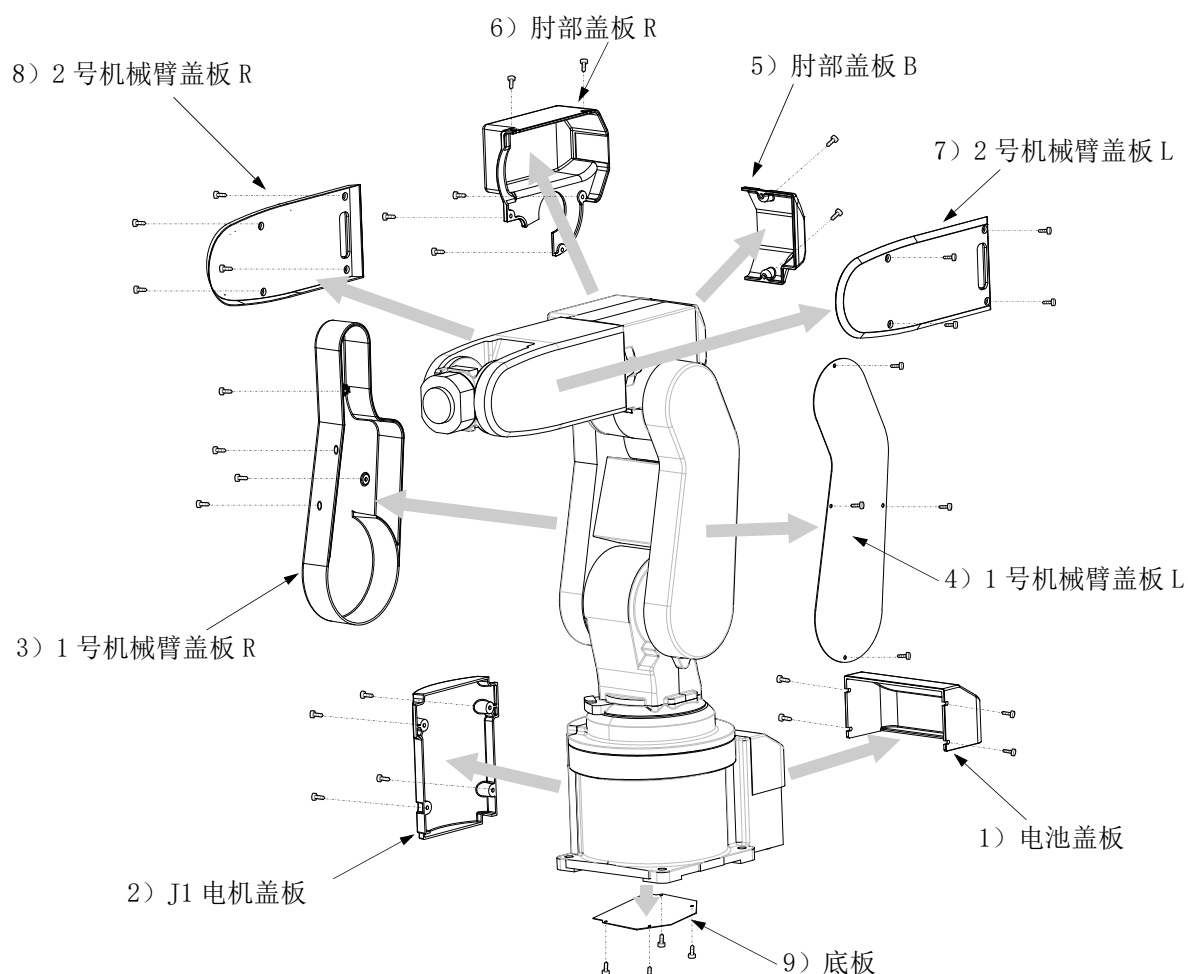

图 5-4：盖板的拆装方法（RV-2FR 系列）
- (1) 请参照图 5-4 卸下盖板。
- (2) 盖板的名称和安装螺丝的一览如表 5-4 所示。表 5-4 的编号对应图 5-4。
- (3) 根据机器人的姿势，有些盖板可能难于卸下。在这种情况下，应通过 JOG 操作改变机器人的姿势后拆卸盖板。
- (4) 维护点检后安装盖板时，应按与卸下时相反的顺序进行安装。应以表 5-4 所示的力矩拧紧安装螺丝。
- (2) 表 5-6 介绍了盖板的名称、安装螺栓的列表。表 5-6 的编号对应图 5-4。
- (3) 根据机器人的姿势, 有些盖板可能难于拆卸。在这种情况下, 应通过 JOG 操作改变机器人的姿势后拆卸盖板。
- (4) 卸下腕部盖板时, 请通过 JOG 操作将 J5 轴移动到 +90° 的位置。
- (5) 维护点检后安装盖板时, 应按卸下时相反的顺序进行安装。以表 5-6 所示的力矩拧紧安装螺丝。
- (6) 拆下盖板时, 热传导薄板可能会掉落。请重新粘贴后再安装盖板。